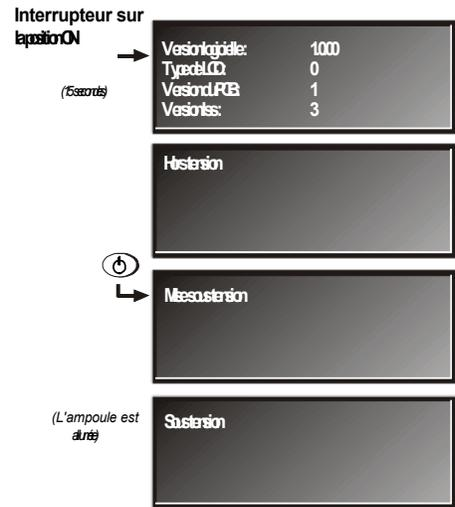

Figure 2.1. Mise sous tension du projecteur
1. Mettre le disjoncteur/l'interrupteur du projecteur en position ON (sous tension). L'écran d'état LCD affiche la fenêtre d'initialisation pendant 15 secondes, puis indique **POWER OFF** (Hors tension) (**Figure 2.1**).
L'écran d'état LCD affiche **Powering Up** (mise sous tension), puis **Power On** (sous tension) (**Figure 2.1**) tandis que la fenêtre d'état/de code erreur à 2 chiffres affiche **ON** (allumé).